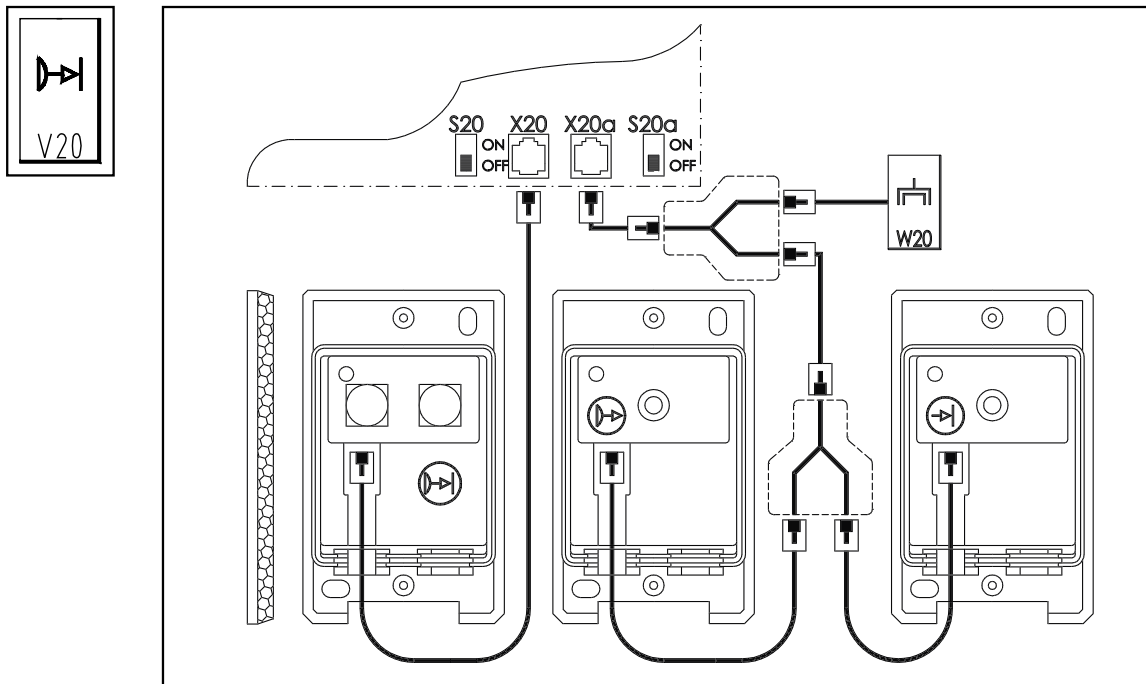

Abb. 19: Schaltplan
- Bringen Sie den auf der Steuerungsplatine befindlichen Programmierschalter S20 (36) in Stellung OFF.
- Schließen Sie die Lichtschanke an die Buchse X20 (28) in der Steuerung an. Die Verkabelung der Lichtschanke erfolgt wie in Abb. 19 dargestellt. Details entnehmen Sie bitte der Einbauanleitung der Lichtschanke.